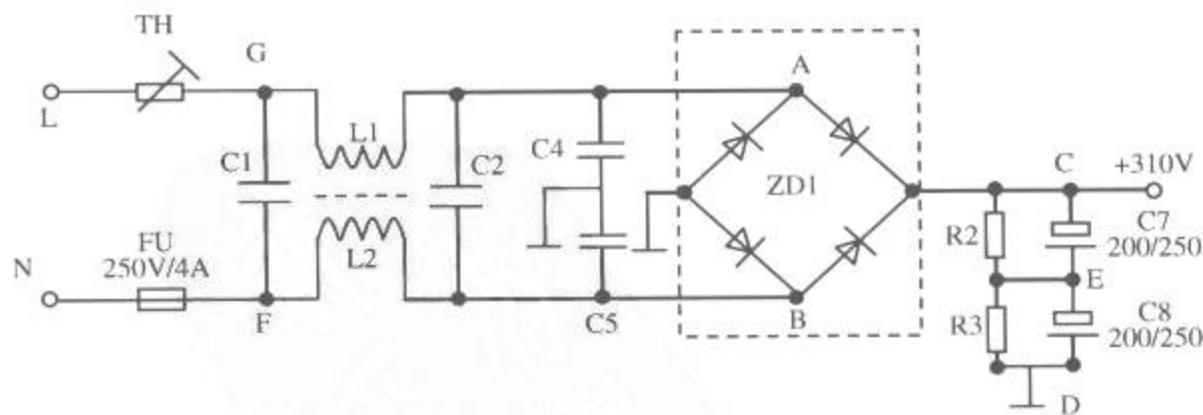

图 3-10 抗干扰及整流滤波电路检修测试点图
下面以银河系列 ATX2P4-1 电源为例讲解抗干扰及整流滤波电路的检修方法, 其交流输入抗干扰及整流滤波电路如图 3-10 所示。
抗干扰及整流滤波电路检修方法为 (参看图 3-10)。
① 用万用表电阻挡检测 C1 两端电阻（图 3-10 中 GF 两点间或 AB 两点间），正常情况下应接近无穷大，若阻值很小，说明 C1、C2 或整流桥中的整流管有短路，可逐一检查并更换损坏的元件。
② 若 C1 两端阻值正常，测整流桥任两脚间电阻，若不正常，更换整流桥。
③ 测滤波电容器 C7 正极与 C8 负极两端间电阻（图 3-10 中 C 与 D 两点间）。指针万用表红表笔接电容器 C8 负极，黑表笔接电容器 C7 正极。数字万用表红表笔接 C7 正极，黑表笔接 C8 负极。若阻值很小，表明有短路元件。拆下开关管（因三只开关管共用一只散热片，需要全部拆下），再一次检查 C7 正极与 C8 负极两端电阻是否恢复正常。若恢复正常，表明是开关管短路，转入安全检修法查找故障。否则，继续查找并更换短路元件。